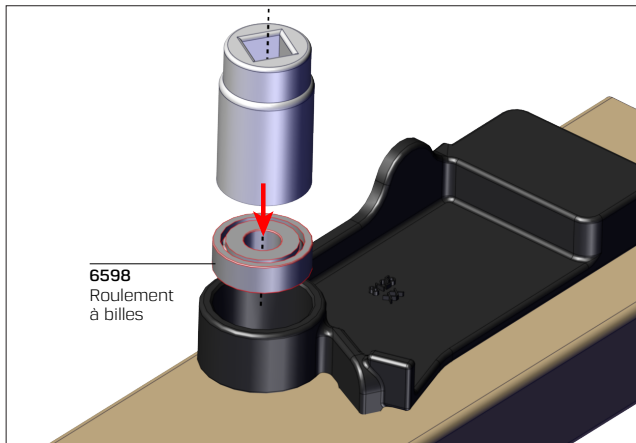

Fig. 10.
- Le contrepois étant posé sur une surface plane, placez le nouveau roulement à billes n° 6598 dans l'alésage. À l'aide de la même douille et du même marteau que ceux utilisés pour retirer l'ancien roulement, insérez le nouveau roulement dans l'alésage (voir Fig. 10). Assurez-vous que le roulement est centré. Remplissez les deux côtés du roulement avec de la graisse n° 9821.